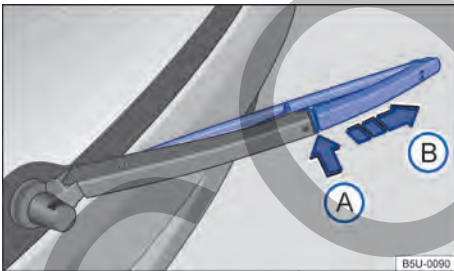

Fig. 123 Sustituir la escobilla del limpiaventana.
- Mantener presionada la tecla de desbloqueo → fig. 123 ⓘ.